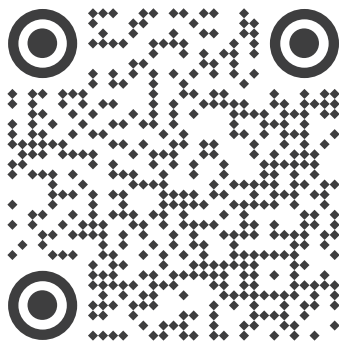

Рис. 1. Руководство пользователя контроллера и приложение для настройки
- 3.2. Установите нужную величину тока при помощи контроллера NFC (рекомендуется использовать контроллер FEIG CPR30+) и приложения Arlight Configurator для смартфона под управлением Android или для ПК. Воспользуйтесь QR-кодом (рис. 1) для скачивания приложения Arlight Configurator и ознакомления с руководством пользователя.